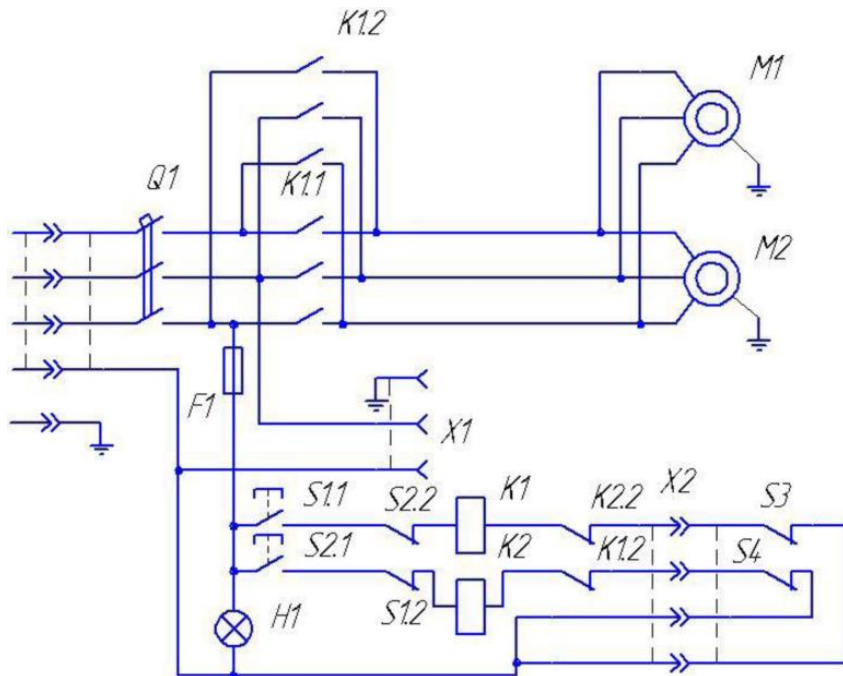

Рис. 5 - Схема электрическая монтажная
- подключить электрооборудование согласно электрической схеме (см. рис. 5)